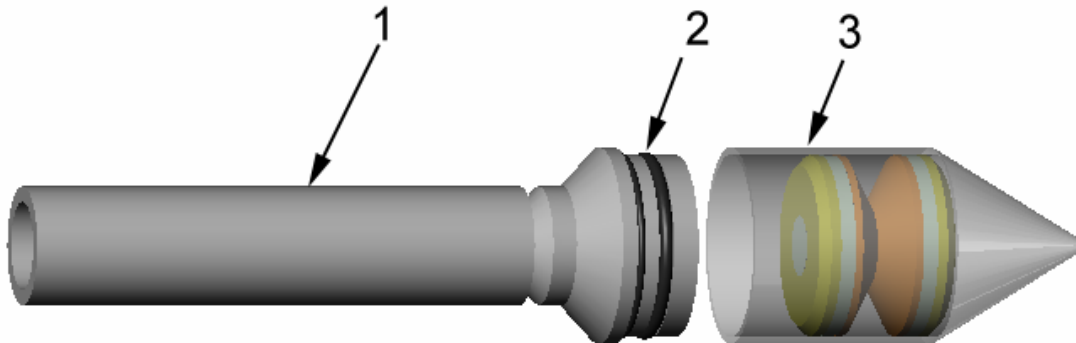

Figure 1 : CUT-1156-402 - Vue éclatée
1.4 Insérez une cartouche (élément n° 4) dans la tête avec l'extrémité la plus grande de la cartouche tournée vers le bas, comme illustré à la figure 1.
1.5 Centrez la cartouche suivante sur la première cartouche. La seconde cartouche doit être superposée avec le diamètre le plus petit tourné vers le bas, comme illustré à la figure 1.